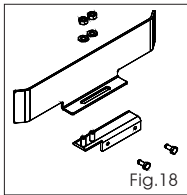

Fig.18
- 1) Montare e fissare i 2 lamierini sagomati sui 2 supporti ad U con dadi e rondelle in dotazione, come in Fig.18.